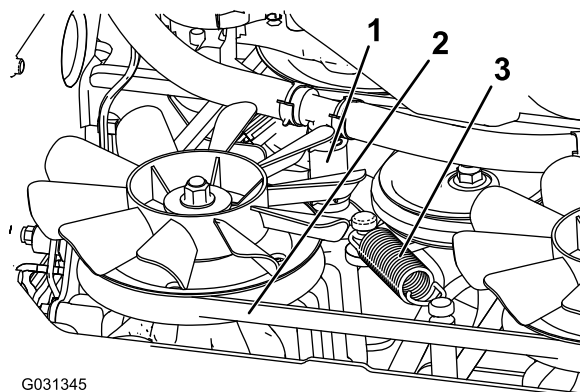

**Bild 80**
3. Stellen Sie eine Auffangwanne unter die Ablassschraube an der Unterseite des Getriebes (Bild 80).